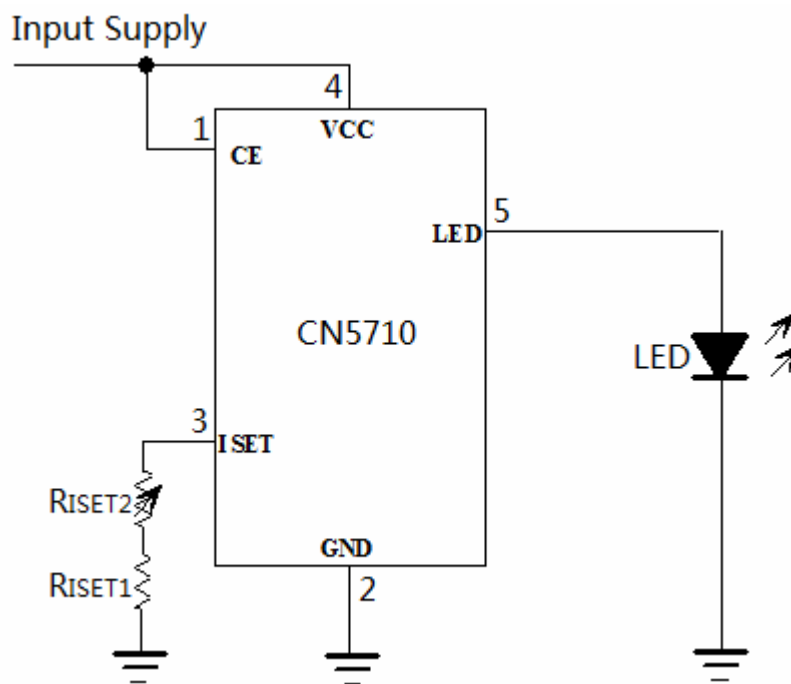

图5 用可变电阻调整发光二极管的亮度
3. 用可变电阻调整发光二极管的亮度，如图5所示
用一个可变电阻可以连续调整发光二极管的亮度，如图5所示。RISET1设置了流经LED管脚的最大电流，RISET2为可变电阻，改变RISET2的电阻值就可以连续改变发光二极管的亮度。